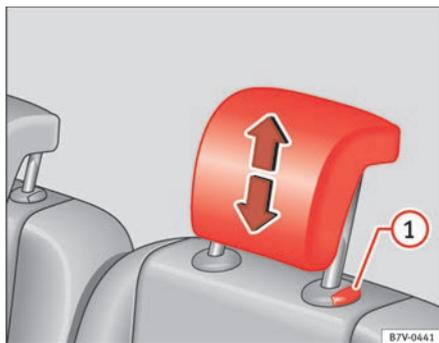

Abb. 93 Kopfstütze hinten ausbauen.
- Kopfstütze bei gedrückter Taste ⇒ Abb. 93 (1) ganz herausziehen.